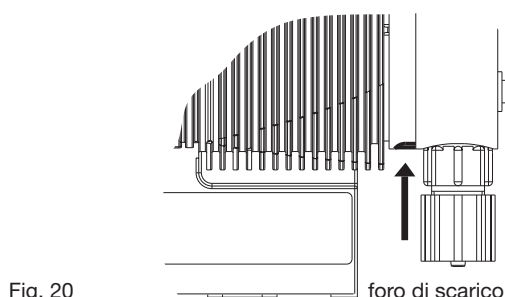

Fig. 20
- ▶ Controllare l'ermeticità dell'intera unità di alimentazione (soprattutto il foro di scarico! Vd. fig. 20)
- ▶ Allentare la testata dosatrice (2) e il disco di testa (4) dall'alloggiamento della pompa (6) (allentare e basta!).
- ▶ Tenere l'alloggiamento (6) con una mano e afferrare con l'altra la membrana (3) tra la testata dosatrice (2) e il disco di testa (4); con una leggera torsione in senso antiorario della testata dosatrice (2) e del disco di testa (4) allentare la membrana (3) dall'asse motore.
- ▶ Svitare completamente la membrana (3) dall'asse motore.
- ▶ Rimuovere il disco di testa (4) dall'alloggiamento (6).
- ▶ Controllare le condizioni della membrana di sicurezza (5) e se necessario sostituirla.
- ▶ Spingere la membrana di sicurezza (5) sopra l'asse motore solo fintanto che non è ben piatta sopra la sede della pompa (6) – non oltre!
- ▶ Avvitare con cura la nuova membrana (3) finché non si blocca sull'asse motore – questa operazione va eseguita con precisione, per garantire misurazioni corrette!
- ▶ Avvitare la membrana (3) serrandola ancora una volta.
- ▶ Posizionare il disco di testa (4) sulla sede della pompa (6).
- **Il foro di scarico deve essere rivolto verso il basso quando la pompa è completamente montata (vd. fig. 20).**
- **Posizionare il disco di testa (4) correttamente sulla sede della pompa (6). Non stortare il disco di testa sulla sede della pompa, diversamente la membrana di sicurezza (5) non si fisserebbe in maniera precisa.**
- ▶ Collocare la membrana (3) sul disco di testa (4).
- ▶ Tenere il disco di testa (4) e avvitare la membrana (3) in senso orario finché non è ben fisso in posizione (si sentirà la resistenza della molla di ritorno).
- **Non serrare eccessivamente la membrana (3) (soprattutto con il modello 1601).**
- **Il disco di testa (4) deve restare in posizione per impedire che la membrana di sicurezza (5) si storti.**
- ▶ Posizionare la testata dosatrice (2) con le viti (1) sulla membrana (3) e sul disco di testa (4) (l'attacco di aspirazione deve essere rivolto verso il basso una volta montata la pompa per intero).
- ▶ Avvitare le viti (1) leggermente e serrare (per la coppia di serraggio iniziale, vd. sotto).